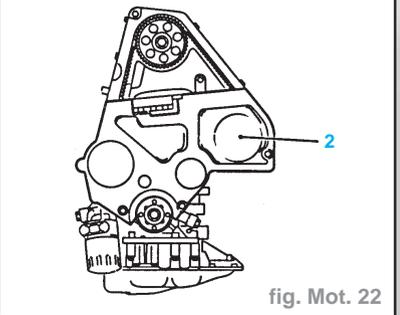

fig. Mot. 22
- Démontez la partie inférieure du carter de la courroie crantée (2) de l'arrière du recouvrement de courroie crantée (fig. Mot. 22).